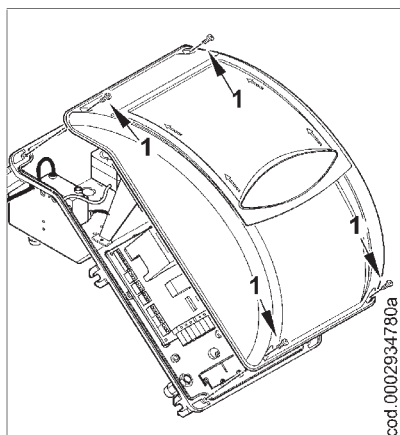
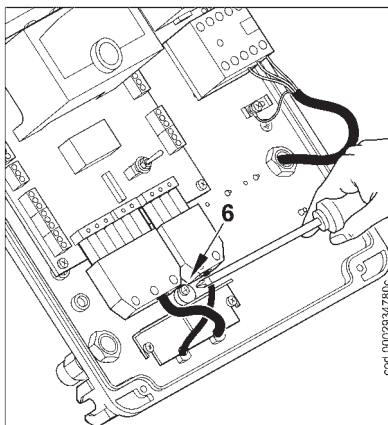

Figura 1
Figura 3
- 1) Quitar la tapa quitando los 4 tornillos (1) de la figura 1, sin quitar la tapita transparente. De esta manera se puede acceder al cuadro eléctrico del quemador.
- 2) Aflojar los tornillos (2) y después de haber quitado la plaquita que aprieta los cables (3), pasar las dos clavijas de 7 y 4 polos (véase la figura) por el agujero. Conectar los cables de alimentación (4) al telerruptor, fijar el cable de tierra (5) y apretar el sujetacables en cuestión.
- 3) Volver a poner la plaquita sujeta cables como indica la figura 3. Girar la excéntrica (6) de manera que la plaquita ejerza una adecuada presión en los dos cables y luego apretar los tornillos que sujetan la plaquita. Por último conectar las dos clavijas de 7 y 4 polos.